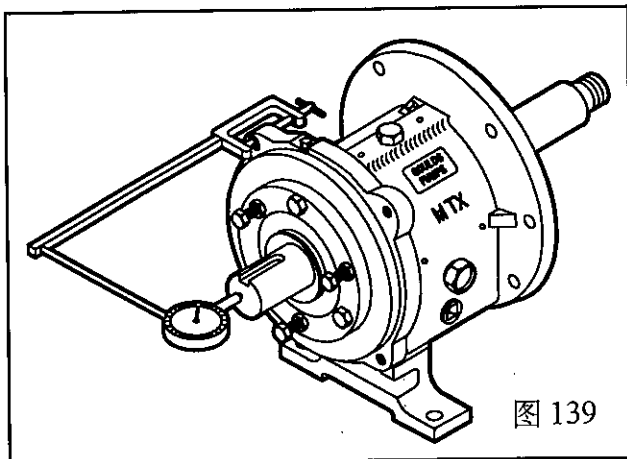

图 139
2. 检查轴端面跳动, 用手将轴盘动, 然后再反向盘动, 注意百分表指针的移动, 如果百分表上最大读数超过表 10 中数值, 拆卸并分析原因(图 139)。